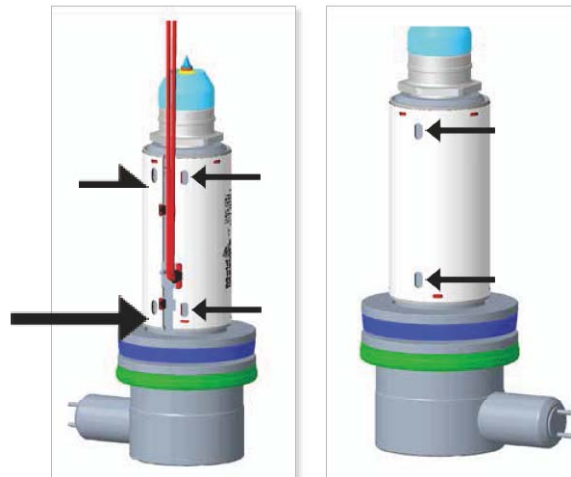

图5-29 应急加热铜套上的卡槽
铜套在装运时安装在装配管上。铜套和装配管组件如图5-29所示。图5-27所示为各种可用的应急加热铜套长度。加热器元件出口始终位于距离喷嘴法兰最近的端部19mm处。以下装配说明适用于在模具上或在工作台上安装铜套的情况。
2. 通过应急加热铜套上的卡槽将应急加热铜套从喷嘴上拔下。见图5-29。